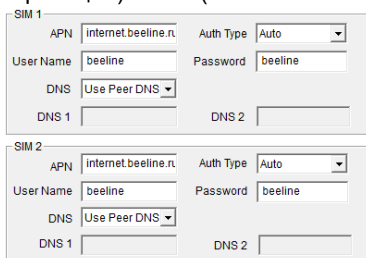

Рисунок 15 – Область параметров «SIM 1», «SIM 2» вкладка «GPRS»
3.5.13.6 В главном окне программы «M1000 Pro V2 Configurator» необходимо выбрать вкладку «**GPRS**». Настройки подключения к сети Интернет зависят от выбранного оператора связи. Ниже приведены настройки для операторов «**Beeline**» (рисунок 15) и «**Megafon**» (рисунок 16).